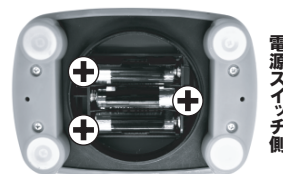

図1
- ①盗難防止フックを取付けたい側の製品底面(矢印部2ヶ所)のネジを外し、本体足を取り外します。(図1)
- ①製品底面の電池キャップを反時計回りに回して、取り外します。
- ②電池ホルダーへ電池の極性に注意して、電池を差し込みます。(図1)
- ③電池キャップを時計回りに回して締めます。